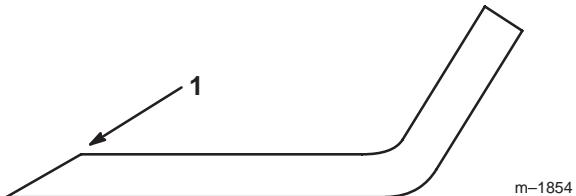

Figure 27
1. Au moyen d'une lime, aiguisez les tranchants aux deux extrémités de la lame (Fig. 27) en veillant à conserver l'angle de coupe d'origine. Limez la même quantité de métal sur chacun des deux tranchants pour ne pas déséquilibrer la lame.